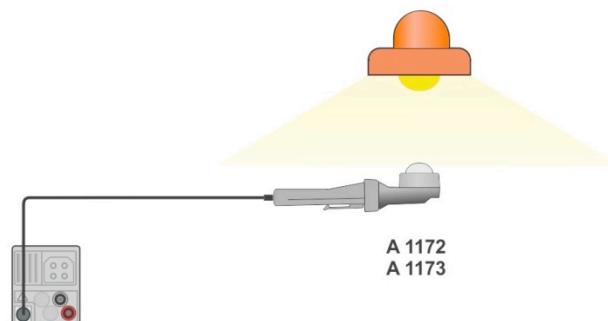

Рисунок 7.78: Расположение датчика.
- › Расположите люксметр, как показано на **Рисунок 7.78: Расположение датчика.** Убедитесь, что датчик люксметра включен.